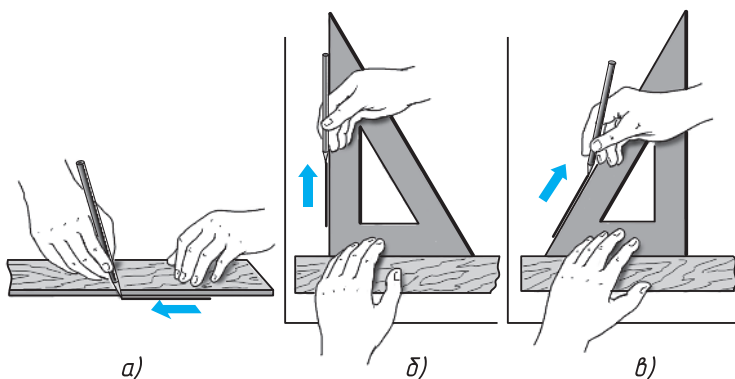

Рис. 15. Приёмы проведения линий: *a* — горизонтальных; *б* — вертикальных; *в* — наклонных
1.3. Как работать чертёжными инструментами. Прямые линии сначала проводят вдоль кромки линейки или угольника без нажима твёрдым, остро заточенным карандашом, а затем обводят мягким карандашом или карандашом средней твердости. При этом карандаш немного наклоняют в сторону движения, как показано на рисунке 15. Горизонтальные линии проводят слева направо, вертикальные и наклонные — снизу вверх (см. рис. 15, *a*, *б*, *в*).